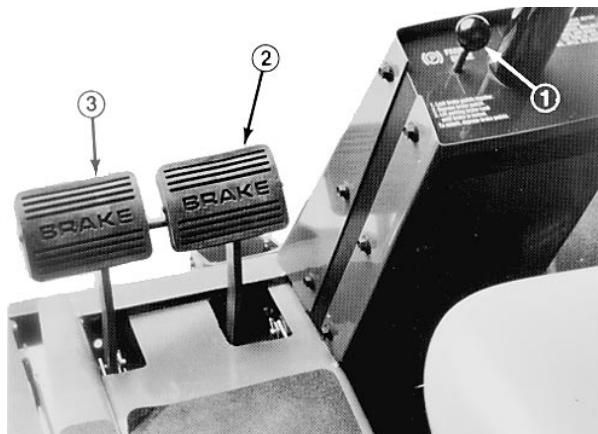

Figure 8
**Freins de service** (Fig. 8)—les pédales de frein gauche et droite sont connectées aux roues avant gauche et droite. Comme les freins sont indépendants l'un de l'autre, ils peuvent être utilisés pour prendre des virages serrés ou pour augmenter la traction si une roue patine pendant l'utilisation sur pente. Cependant l'usage des freins pour tourner peut endommager l'herbe humide ou le gazon tendre. Pour s'arrêter rapidement, appuyer sur les deux pédales à la fois. Toujours bloquer les freins ensemble lors du transport de l'unité de déplacement.
**Frein de parking**—serrer le frein de parking à chaque arrêt du moteur pour éviter tout déplacement fortuit. Pour serrer le frein de parking, pousser le bras de verrouillage (Fig. 9) sur la pédale gauche pour la bloquer avec la pédale droite. Appuyer ensuite à fond sur les deux pédales, puis tirer sur la manette du frein de parking (Fig. 8) et relâcher les pédales. Pour desserrer le frein de parking, appuyer sur les deux pédales jusqu'à ce que la manette du frein se rétracte. Toutefois, avant de démarrer le moteur, il est possible de désenclencher le bras de verrouillage de la pédale de frein gauche de manière à ce que les deux pédales fonctionnent indépendamment avec chaque roue avant.